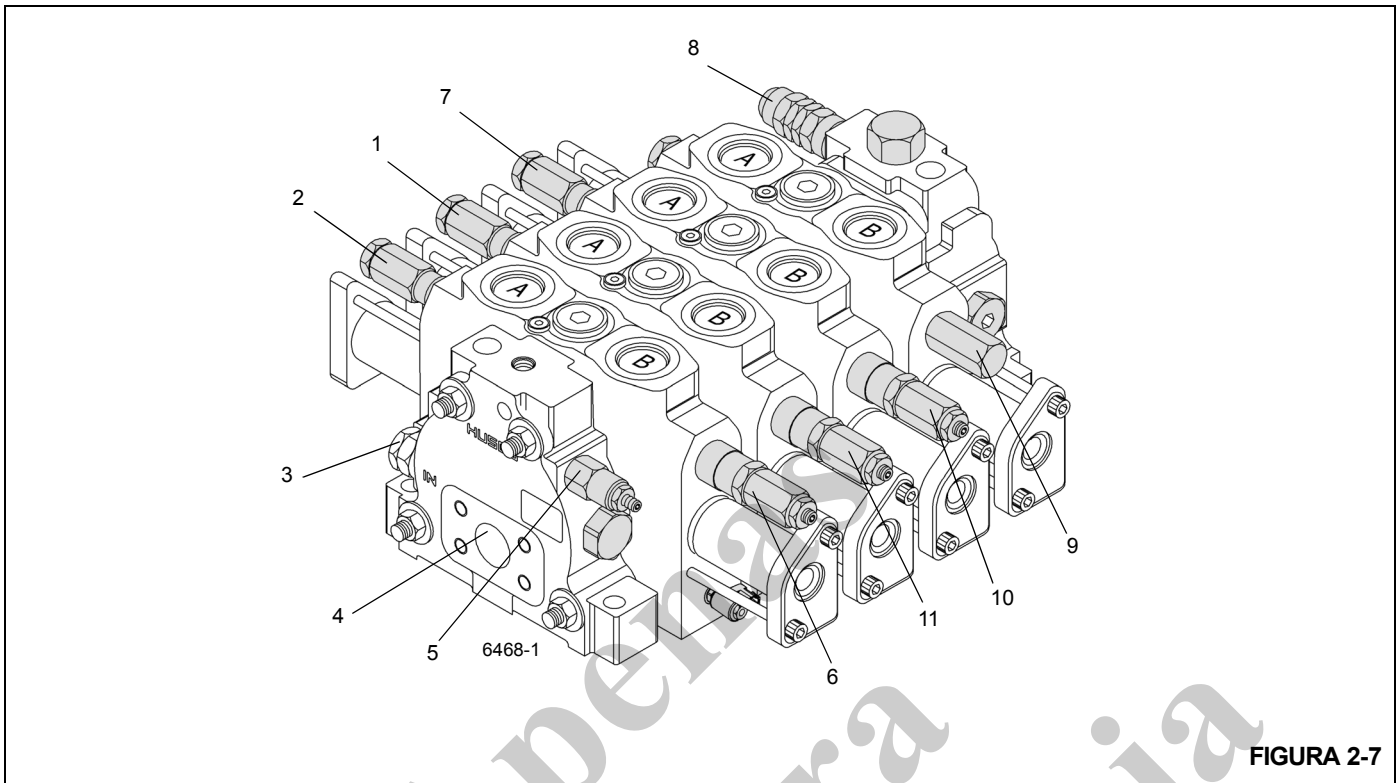

FIGURA 2-7
1. Instale um diagnóstico de verificação de pressão de desconexão rápida com medidor no bico de teste na entrada do medidor da válvula principal de controle direcional Figura 2-7.
4. Instale o diagnóstico de verificação de pressão de desconexão rápida com o medidor no bico de teste da entrada de teste de alívio do sensor de carga da válvula de controle direcional principal Figura 2-7.
1. Instale um dispositivo de verificação de pressão de desconexão rápida com medidor no bico de teste na entrada de teste do suprimento piloto Figura 2-7.